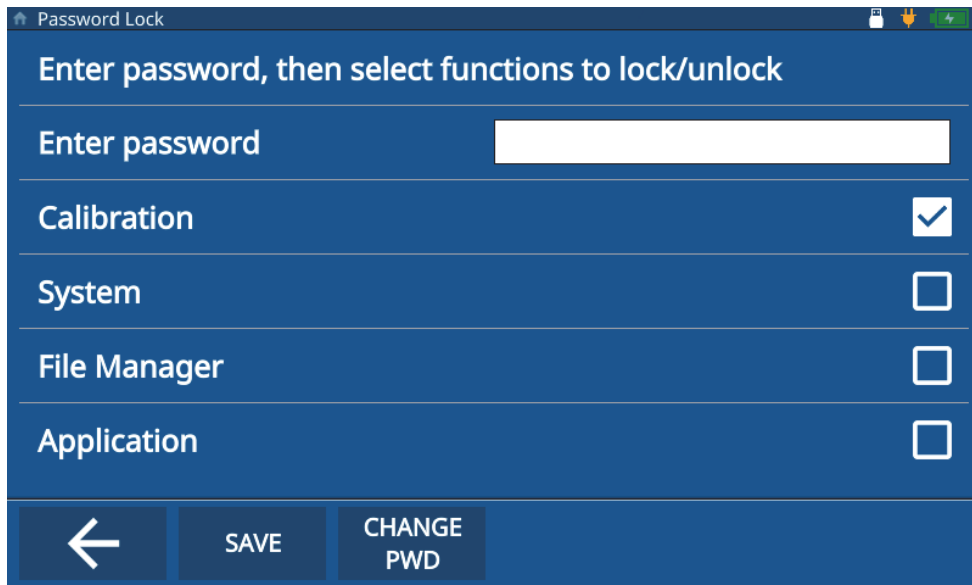

图 8-3 关闭仪器锁定功能屏幕
5. 清除相应的复选框，以选择要解锁的功能（参见第76页的图 8-3）。